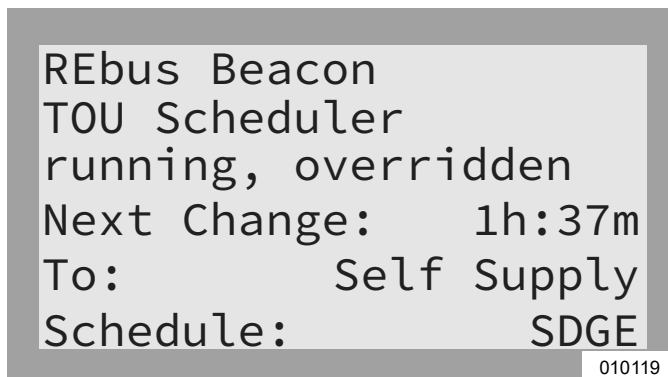

Figure 6-24. Priorité manuelle sur l'horaire TOU
- Voir Figure 6-24. Running, Overridden (En cours d'exécution, priorité manuelle) s'affiche dans la page du dispositif Beacon.